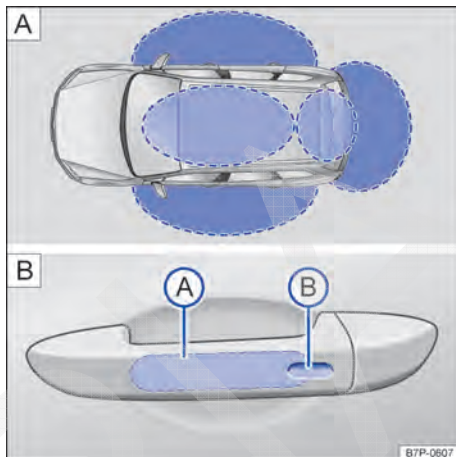

Fig. 71 Sistema de travamento e de partida Keyless Access sem chave: **A** áreas de aproximação. **B** Superfícies do sensor do travamento central.
Keyless Access é um sistema de travamento e de partida sem chave, com o qual o veículo pode ser destravado ou travado sem o uso efetivo da chave do veículo. Para isso, é preciso haver uma chave do veículo válida na área de aproximação do veículo → Fig. 71 **A**. Ao tocar as superfícies do sensor nas maçanetas das portas dianteiras ou ao tocar o botão na tampa do compartimento de bagagem → Página 111, o veículo ou a tampa do compartimento de bagagem destrava ou trava → .
Se uma chave do veículo válida se encontrar na área de aproximação → Fig. 71 **A**, o sistema de travamento e de partida Keyless Access sem chave concede a ela uma permissão de acesso. Em seguida, são possíveis as seguintes funções sem o uso efetivo da chave do veículo:
- *Easy Open*: abrir a tampa do compartimento de bagagem com um movimento do pé embaixo do para-choque traseiro → Fig. 71 B.
- Tocar a superfície do sensor → Fig. 71 B na parte interna da maçaneta da porta do condutor ou do passageiro dianteiro.
Quando o veículo está travado e uma chave do veículo válida se encontra na área de aproximação → Fig. 71 A da tampa do compartimento de bagagem, esta destrava automaticamente ao ser aberta através do botão da maçaneta.
Para o **fechamento de conforto** de todos os vidros elétricos e do teto de vidro, manter o dedo por alguns segundos na superfície do sensor → Fig. 71 da maçaneta da porta do condutor ou do passageiro dianteiro, até que os vidros e o teto de vidro estejam fechados.